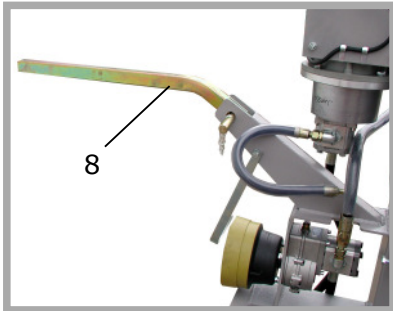

Abb. 8
Der Transport der Maschine kann durch das Fahrwerk an der Maschine (für kurze Wege) oder durch das Anhängen des Spalters an einem Traktor (Dreipunktaufhängung) erfolgen. Um den Spalter mit Hilfe des Fahrwerkes zu transportieren, muss die Transportstange (8) in die Halterung am oberen Anlenkpunkt gesteckt werden. Die Transportstange ist mit dem oberen Dreipunktbolzen zu sichern (siehe Abb. 8). Danach muss der Spalter so weit nach hinten gekippt werden, bis die Räder auf dem Boden aufsetzen.